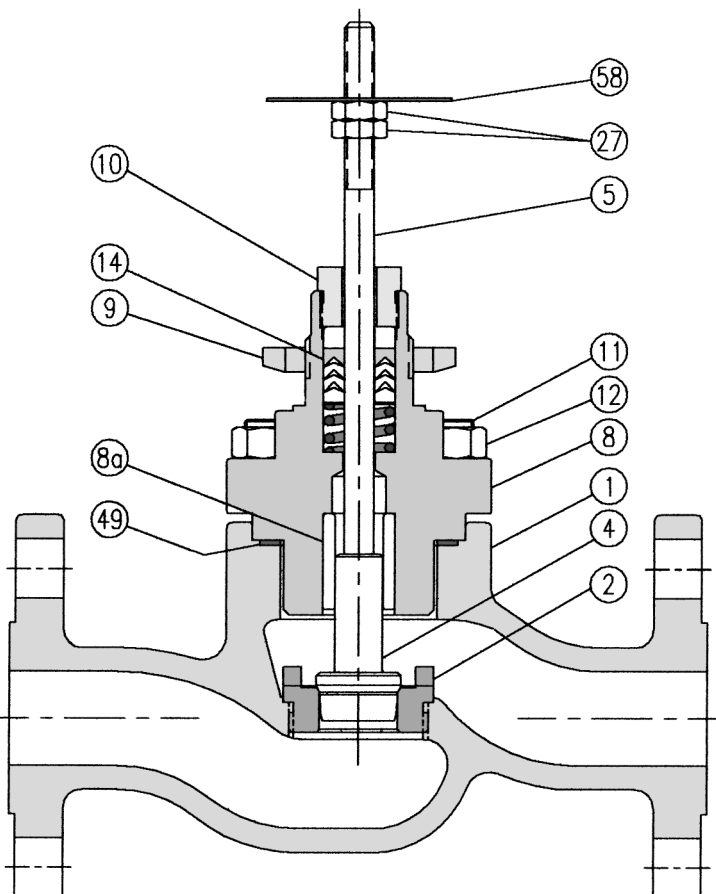

Figura 1. Ensamblaje del cuerpo de la válvula con prensaestopas de PTFE presionado por un muelle estándar
Consulte la Figura 1 de la página 5 y las construcciones estándares y opcionales del prensaestopas que se muestran en la página 11 para determinar el prensaestopas que se ha instalado previamente en la válvula.
2. Retire el collarín de prensaestopas (10) y haga salir el prensaestopas antiguo empujando desde la parte inferior de la cubierta protectora.
4A. Prensaestopas con anillo en V de PTFE presionado por un muelle (consulte la Figura 1, página 5 y la Figura 6, página 11): inserte cuidadosamente cada pieza en el orden exacto que se muestra en la ilustración de la Figura 6 en la página 11. Gire el collarín de prensaestopas (10) hasta que tope con la cubierta protectora (8). De este modo se comprimirá el muelle del prensaestopas (7) para garantizar un sellado constante del vástago durante toda la vida del prensaestopas.